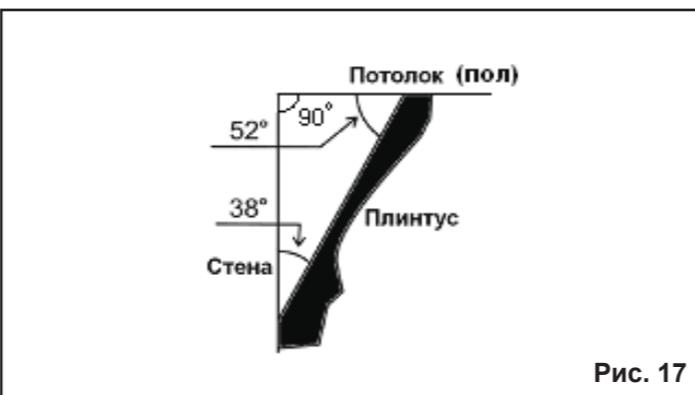

Рис. 17
верхний задний угол (часть, которая крепится к потолку) составляет 52° , а нижний задний угол (часть, которая крепится к стене) составляет 38° , как показано на Рис.17. Помните, что углы плинтусов очень точные, и их трудно устанавливать, так как легко может произойти смещение угла. После всех регулировок пилы рекомендуется производить пробное пиление на ненужных заготовках. Кроме того, большинство стен в помещениях не имеют углов точно 90° , следовательно, необходима точная подстройка регулировок вашей пилы.
15.1. Пиление плинтуса, Рис.17